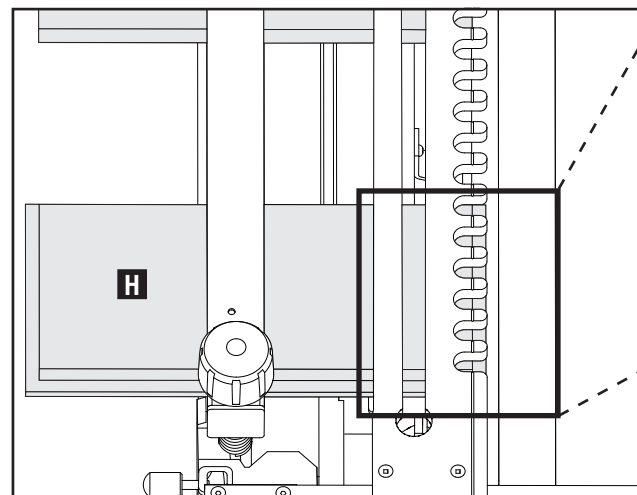

Fig. G12
1. Enlevez le hayon (B).
2. Lorsque vous positionnez la planche-goujon (H), Fig. G12, avec le gabarit à doigt fixe, la planche d'entretoise rainurée n'est pas requise mais elle peut être utilisée si désiré. Assurez-vous que le morceau horizontal est en position de l'autre côté.
3. Lorsque vous placez la planche-goujon (H) à l'horizontale, faites-la glisser vers l'avant jusqu'à ce que le rebord rainuré (Q) est aligné avec la ligne demi-cachée (R) et qu'elle est affleurante au rebord de gauche.